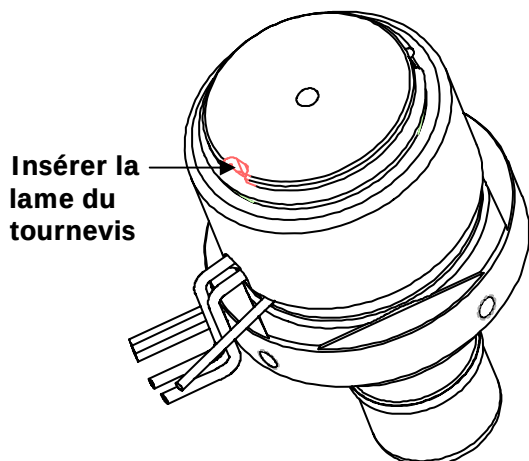

Fig.63 – Busette type D
1. Introduire la lame d'un tournevis dans l'entaille située sur la tête (Fig. 63) puis extraire le circlip de son logement.